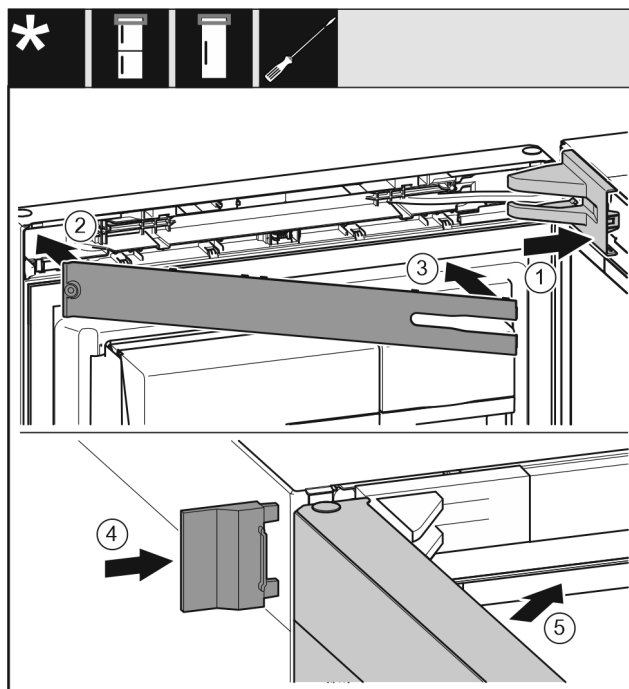

Fig. 53
- ▶ 放上并插入托架盖 Fig. 53 (1)，如有必要小心地按压分开。
- ▶ 盖上隔板 Fig. 53 (2)。
- ▶ 隔板 Fig. 53 (3)。
- ▶ 插入外盖 Fig. 53 (4)。
- ▶ 关闭冰箱上方门 Fig. 53 (5)。